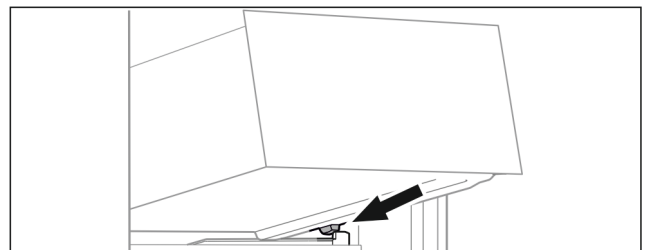

Fig. 29
- ▶ Coloque el cajón inclinado detrás de los topes sobre la nervadura para recipientes. (consulte Fig. 29)